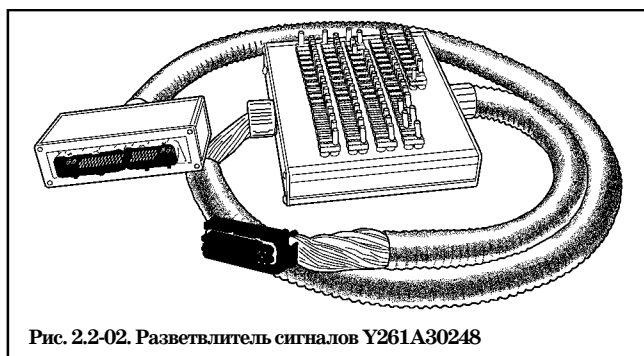

Рис. 2.2-02. Разветвитель сигналов Y261A30248
13. В системе управления двигателем используется контроллер с 81-клеммовым разъемом, который находится в труднодоступном месте. Поскольку клеммы внутри колодок разъема недоступны для подключения внешних измерительных приборов, то для проведения проверки исправности цепей жгута системы впрыска необходимо использовать специальные разветвители сигналов (рис. 2.2-02), подключаемые между контроллером и жгутом проводов.